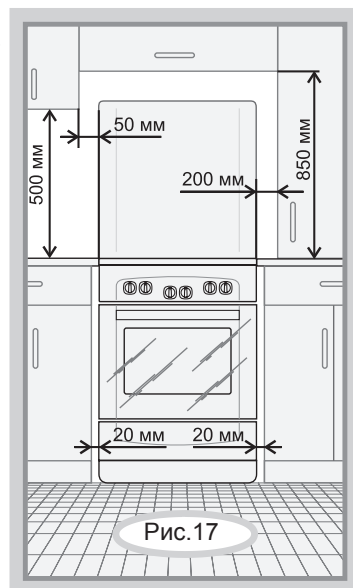

Рис. 17
- Минимальные расстояния, которые необходимо выдержать при установке плиты, показаны на рис.17. Задняя стенка варочной панели плиты должна отстоять от поверхности стены не менее чем на 50 мм.